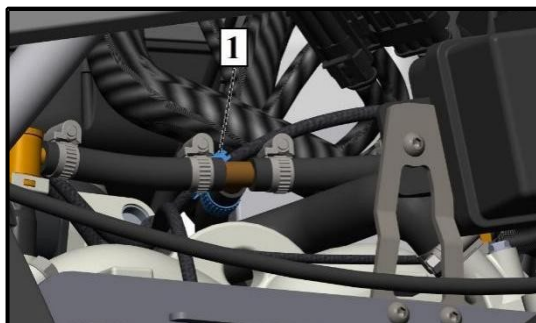

Fig.13
5. Allentare e rimuovere la fascetta (Pos. 1, Fig. 13) dal tubo del carburante collegato al raccordo a T utilizzando un cacciavite a taglio da 7 mm o un cacciavite a taglio.